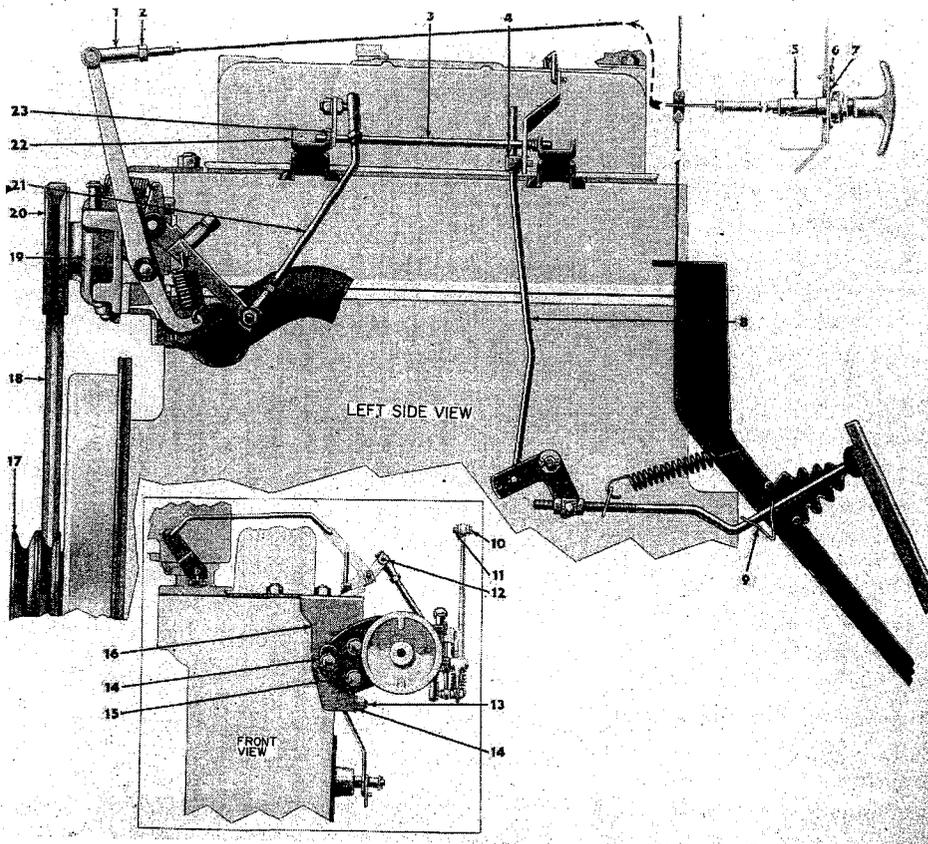

Fig. 248 Novi - Regler
Für diese Modelle wird der Novi - Fliehkraftregler geliefert. Es handelt sich um den in Fig. 248 abgebildeten Zentrifugalregler. Die Einbauvorschriften werden mit jeder Einheit geliefert, wogegen die Instruktionen über Einstellen und Unterhalt nachstehend folgen.
3. Öffne die Drosselklappe vollständig und ziehe den Zug des Fliehkraftreglers bis in seine äusserste Raste heraus. Stelle die vom Fliehkraftregler zum Gasgestänge führende Verbindungsstange, Nr. 21 in Fig. 248, so ein, dass das Gestänge die Drosselklappe in vollständig geöffneter Stellung hält.
4. Schiebe den Zug für die Betätigung des Fliehkraftreglers hinein und lasse den Motor an. Ziehe den Zug erneut bis zur letzten Raste heraus und stelle die Länge des Kabels beim Gelenk Nr. 1, Fig. 248, so ein, dass der Motor mit 2600 t/min arbeitet. Schiebe den Zug zurück und prüfe, ob sich das Gestänge ungehindert bewegen kann und die Leerlaufdrehzahl des Motors auf 600 Umdrehungen fällt.